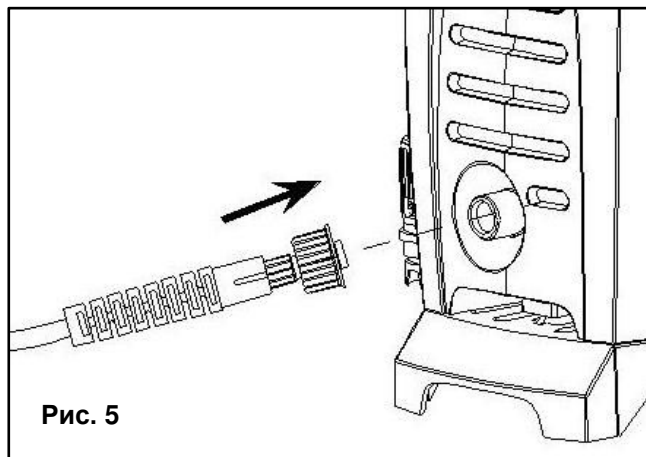

Рис. 5
- Подключите шланг высокого давления к штуцеру подачи воды на корпусе мойки. (См. Рис.5)